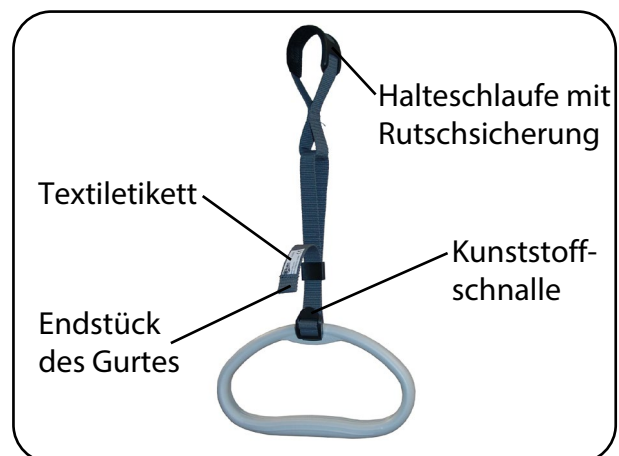

Abb. 6.3.03 - Haltegriff und Gurt
5. Passen Sie die Höhe des Haltegriffs an die individuellen Patientenbedürfnisse an. Das Gurtband hat einen Verstellbereich von 20 cm und kann über die Kunststoffschnalle (Abb. 6.3.03) verstellt werden. Hierbei darf der Griff nicht belastet sein. Achten Sie darauf, dass das Endstück des Gurtes min. 3 cm über der Kunststoffschnalle steht (Abb. 6.3.03).